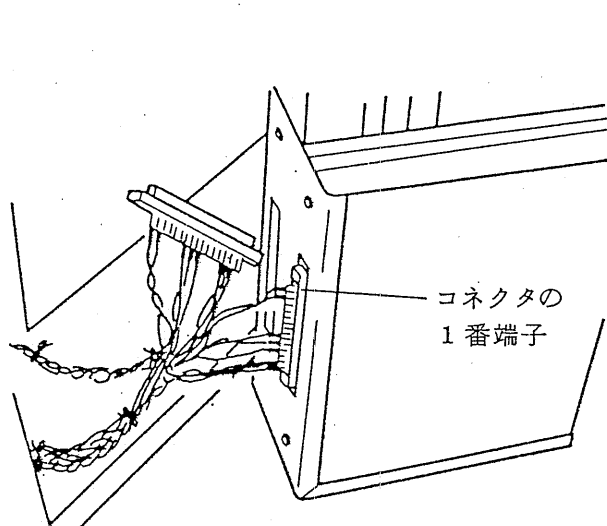

図 8
- (5) D/A コンバータに PAE 本体にあるコネクタをさし込みます。(図8)